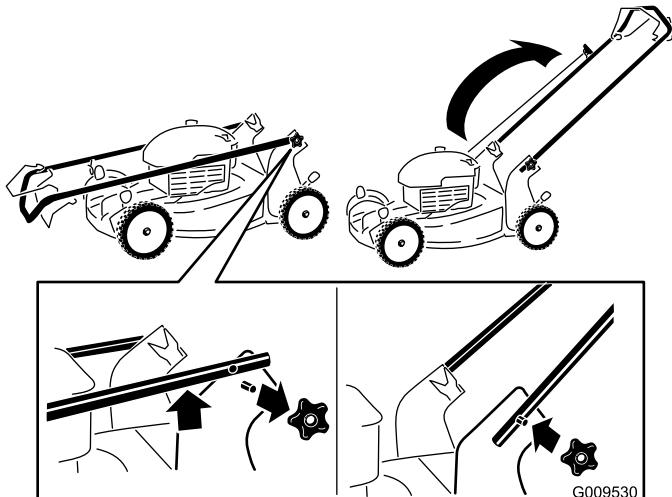

Рисунок 3
- Снимите круглые рукоятки с корпуса газонокосилки (Рисунок 3).
- Установите и затяните круглые рукоятки, снятые на этапе 1 (Рисунок 3).